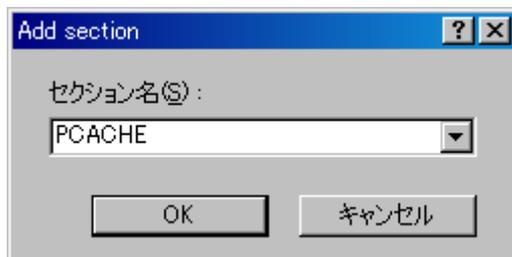

図5.3.13 セクション設定⑤
- (5) [Add section]ダイアログボックスが開きます。図5.3.13に示すように「セクション名 (S)」に"PCACHE"と入力し、"OK"ボタンをクリックします。